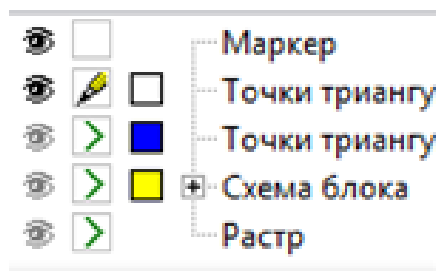

Рис. 34. Отключение слоев
– отключить («глазик»): *Точки триангуляции* – *Схема блока* – *Растр* (рис. 34);